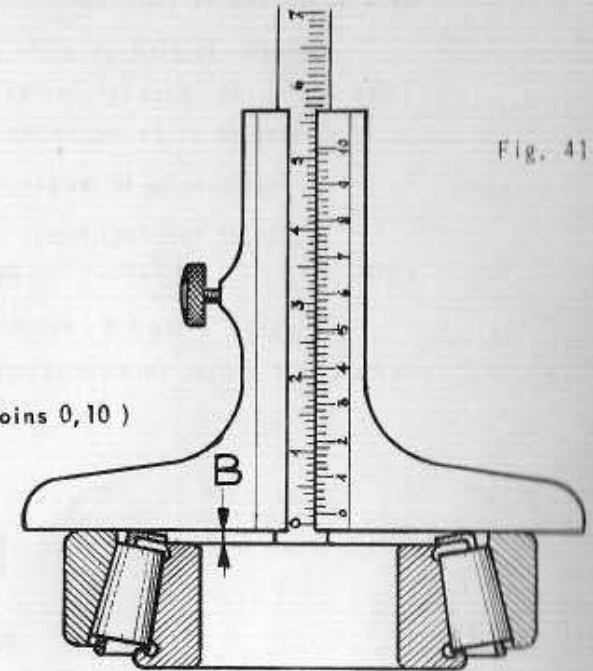

Fig. 41
- 4° / la valeur du déport du roulement pignon d'angle B (Fig. 41) ————— exemple = 1,40
Fig. 41 bis
Le figure 41 représente comment relever le déport B sur un roulement à cage en nylon, et la figure ci-dessus, comment relever cette cote dans le cas d'un roulement avec cage en acier.